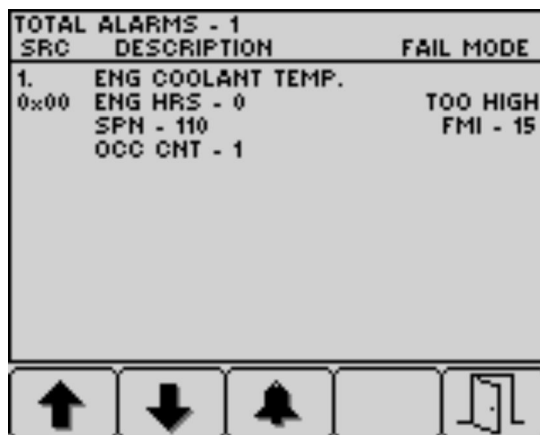

Рисунок 36
4. Чтобы выйти из списка действующих неисправностей и вернуться на начальный экран, нажмите кнопку 5. (Рисунок 36).
5. Чтобы выйти из списка действующих неисправностей и вернуться на начальный экран, нажмите кнопку 5; см. Рисунок 36 в разделе Информационные сообщения по двигателю (страница 40).